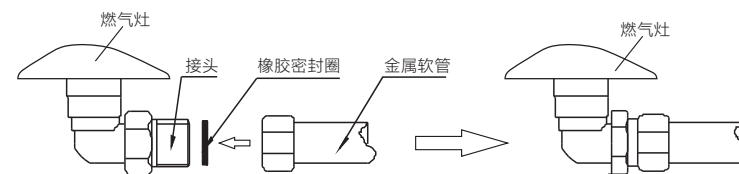

图2
- **金属软管：**将金属软管一端活动螺母与进气接头连接，另一端与燃气阀门连接。连接处需加橡胶密封圈。拧紧螺母时不得过于用力，以免损坏密封圈（见图2）。